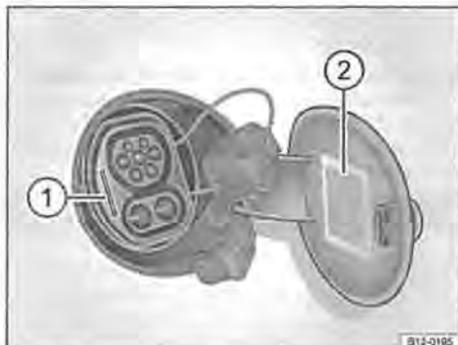
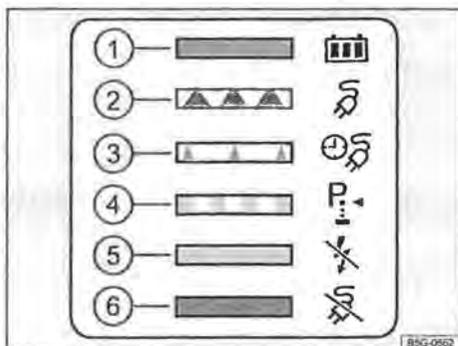

Fig. 113 Spia di ricarica dietro lo sportellino della presa di ricarica ①, targhetta adesiva con informazioni ②
Fig. 114
- ① La luce a LED è accesa in modo fisso in verde: la ricarica della batteria ad alto voltaggio si è conclusa. Il livello di carica massimo o quello impostato è stato raggiunto.
- ② La luce a LED produce delle pulsazioni in verde: la ricarica della batteria ad alto voltaggio è in corso.
③ **La luce a LED lampeggia in verde per circa un minuto:** la ricarica programmata (ora di partenza) è stata attivata ma non è ancora iniziata → pag. 157.
④ **La luce a LED lampeggia in giallo:** blocco parcheggio non inserito.
⑤ **La luce a LED si accende brevemente in giallo:** la spia di ricarica è inserita nella presa ed è stata rilevata dal sistema.
⑥ **La luce a LED è accesa in modo fisso in rosso:** non è stato possibile bloccare la spia di ricarica. Sfilare la spia e reinserirla nella presa di ricarica. Se l'anomalia persiste, richiedere assistenza tecnica.
La spia di ricarica è costituita da un LED → fig. 113 ① che si trova sulla presa di ricarica e che indica lo stato della ricarica. Un'etichetta adesiva → fig. 114 posta sullo sportellino della presa di ricarica fornisce informazioni sulle indicazioni della luce a LED.